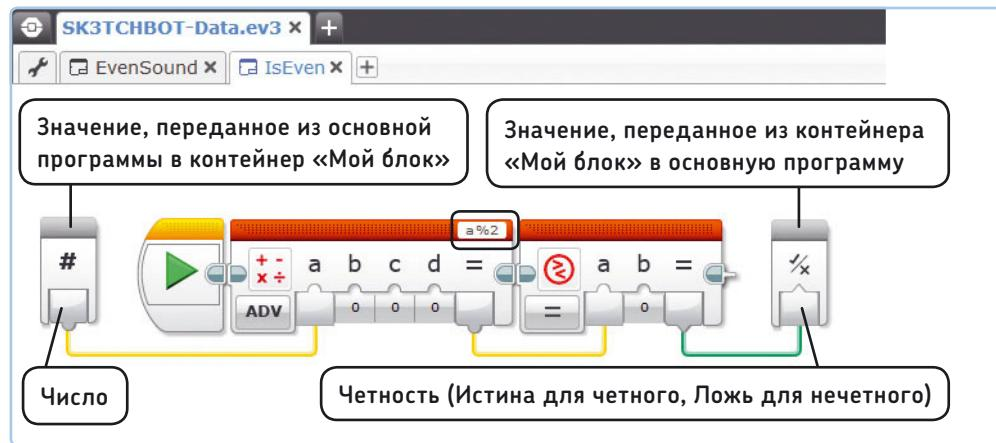

Рис. 15.30. Настройка блоков в контейнере *IsEven*
4. Теперь завершите работу с контейнером «Мой блок», настроив оба блока и подключив шины данных, как показано на рис. 15.30. В блоке **Математика** (Math) используется оператор деления по модулю (%), который вычисляет остаток от деления двух чисел. В этом примере он сообщает остаток от деления входного значения **a** на 2. Четные числа делятся на 2, поэтому остаток будет равен 0, и блок **Сравнение** (Compare) выдаст значение **Истина** (True). Для нечетных чисел остаток не будет равен 0, поэтому блок **Сравнение** (Compare) выдаст значение **Ложь** (False). Например, выражение 7/2 даст в остатке 1, и блок **Сравнение** (Compare) выдаст значение **Ложь** (False), сообщающее, что на ввод передано нечетное число.